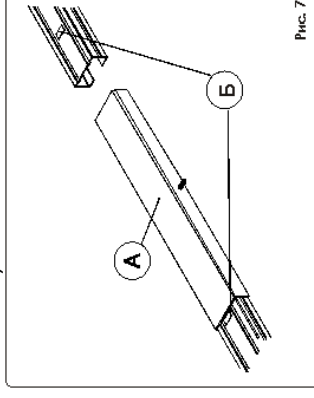

Рис. 7
1. Соедините 2 части направляющей, вставив их в стыковочный элемент (Рис.7-А) вплоть до металлического выступа (Рис.7 выноски Б).